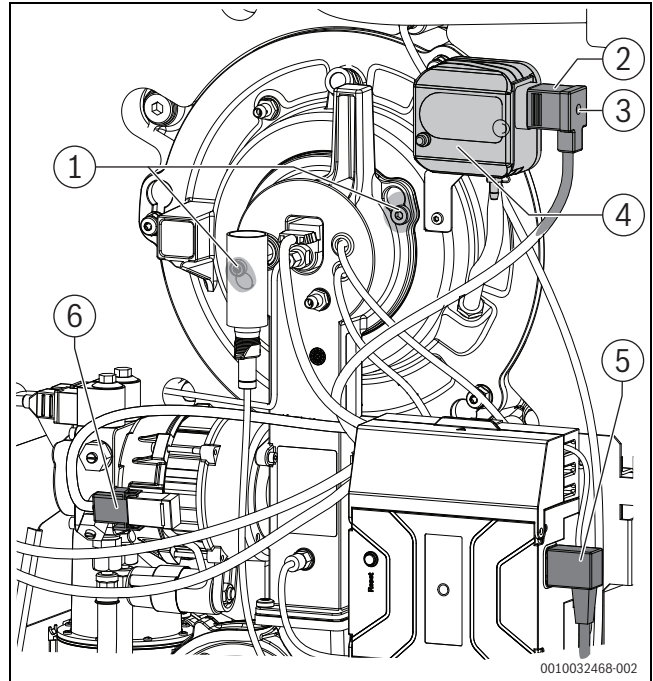

Bild 58 Befestigungsschrauben Brenner lösen
- Netzstecker (→ Bild 58), BUS-Leitung und Anschlusskabel Kesseltemperaturfühler (→ Kapitel 13.3.2, Seite 59) am Feuerungsautomat und Anschlussstecker am Ölpumpenmotor abziehen.
- Sicherungsschraube [3] am Anschlussstecker [2] des Druckwächters [4] lösen und Anschlussstecker abziehen (→ Bild 58, Seite 36).